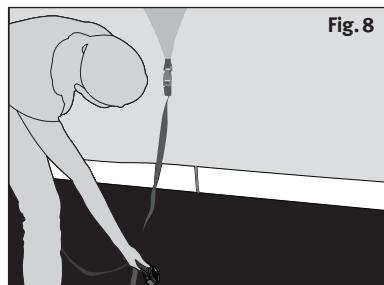

Fig. 8
- Maintenant, lancez la rondelle de l'autre côté, sous la caravane (fig. 8).